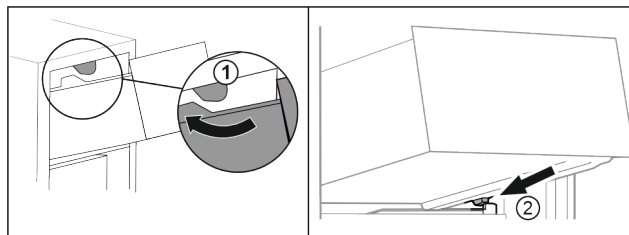

Fig. 94
- Ved'te zásuvku podél horních zarážek. *Fig. 94 (1)*
- Nasaďte zásuvku šikmo za dolní zarážky na žebrování na nádoby. *Fig. 94 (2)*